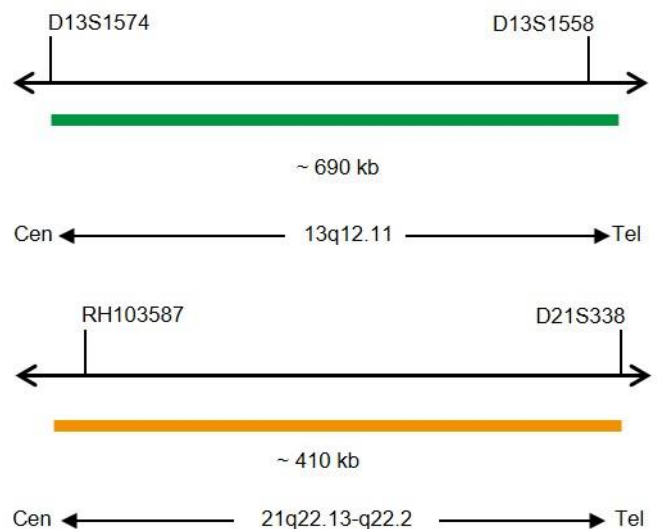

Fig. 1: Arriba: SPEC 13q12 Mapa de la sonda; abajo: SPEC 21q22 Mapa de la sonda (no está a escala)
- Polinucleótidos marcados en verde (excitación a 503 nm/emisión a 528 nm) ZyGreen (~10,0 ng/μl), dirigidos a secuencias localizadas en 13q12.11* (chr13:20,200,365-20,892,494) (ver Fig. 1).
- Polinucleótidos marcados en naranja (excitación a 547 nm/emisión a 572 nm) ZyOrange (~4,5 ng/μl), dirigidos a secuencias localizadas en 21q22.13-q22.2* (chr21:39,372,983-39,784,773) (ver Fig. 1).